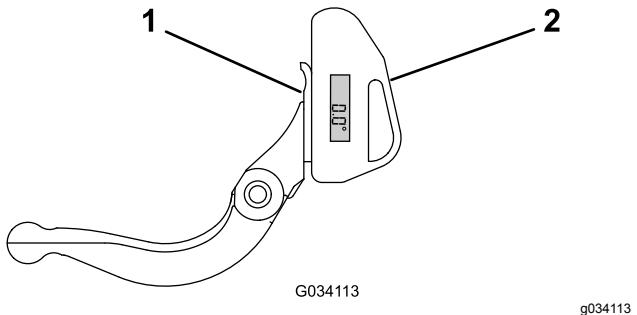

Figura 34
1. Posizionate il goniometro sul lato inferiore della controlama, come illustrato nella Figura 34.